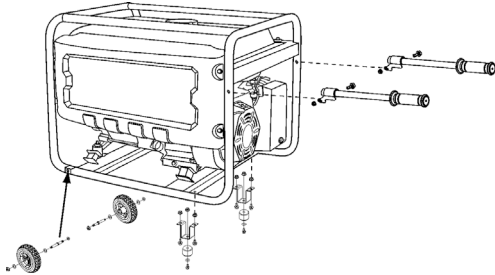

Fig. 6 – Montagem dos pés, rodas e punhos
- b. Monte o eixo na estrutura do gerador, coloque o eixo no furo indicado (fig. 6). Aperte o sistema com a porca;
- d. Para montar os pés, monte a base de borracha colando na parte inferior a arruela e o parafuso e do outro lado do suporte a porca (fig. 6), depois fixar o suporte na estrutura do gerador com o auxílio de parafusos e porcas;